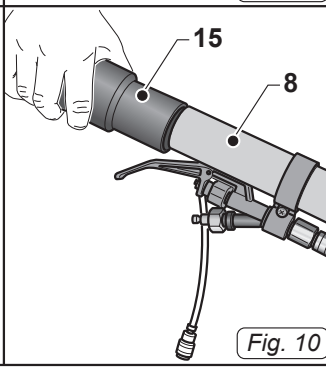

Fig. 10
- Вставьте трубу (8 Рис 10). В шланг (15 Рис. 10).